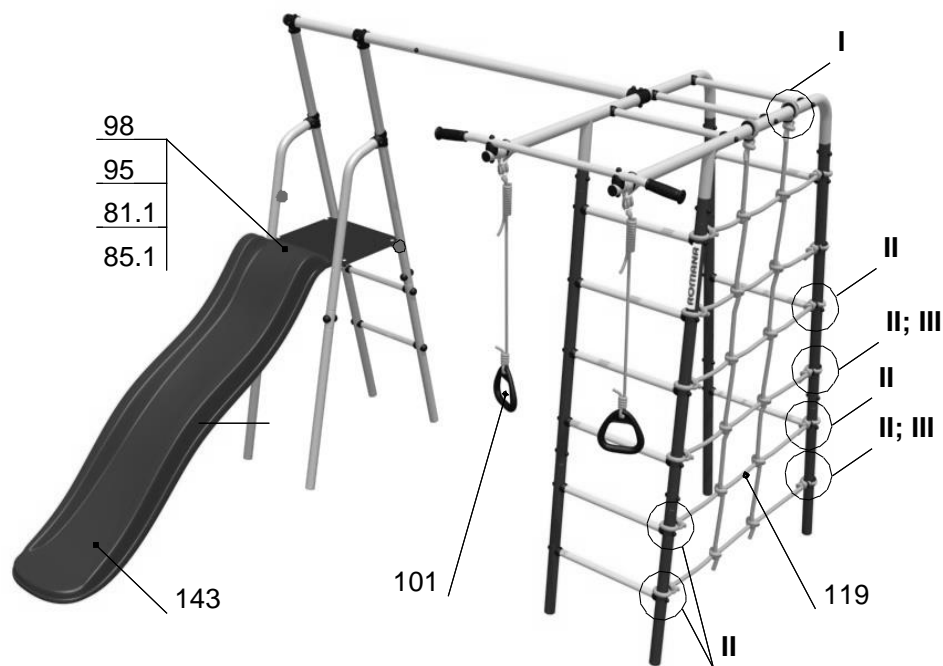

Рис.11
10.4.4 Установить сетку для лазания поз.119 (рис. 11; 12). Максимальная нагрузка на сетку – 50 кг.